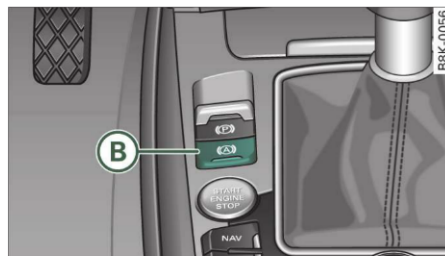

Fig. 97 Imagine din consola centrală: Tastă pentru asistența la pornire
- Apăsați tasta  ⇒ *pagina 88*, fig. 97 din consola centrală, pentru a activa asistența la pornire. Ledul din tastă se va aprinde.
- Apăsați tasta  ⇒ *pagina 88*, fig. 97, pentru a dezactiva asistența la pornire. Ledul din tastă se va stinge.